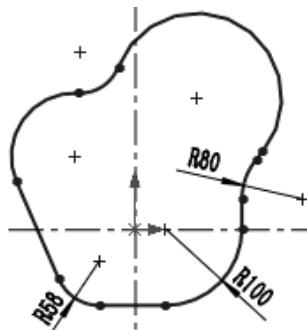

图 5.6 绘制的圆角
Step 6 参考 Step5 的方法创建另外两个圆角，如图 5.6 所示。